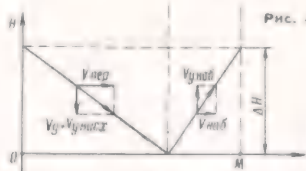

Рис. 4
На рис. 4 приведена зависимость относительного времени набора при полете планера «Янтарь—стандарт» в потоке различной скоростности. Величина скорости в восходящем потоке лежит обычно между экономической и минимальной. Приняв для этого планера $V_{наб} = V_{ак} = 97$ км/ч и используя график рис. 4, по формуле (18) для $V_{у наб} = 2$ м/с получаем: